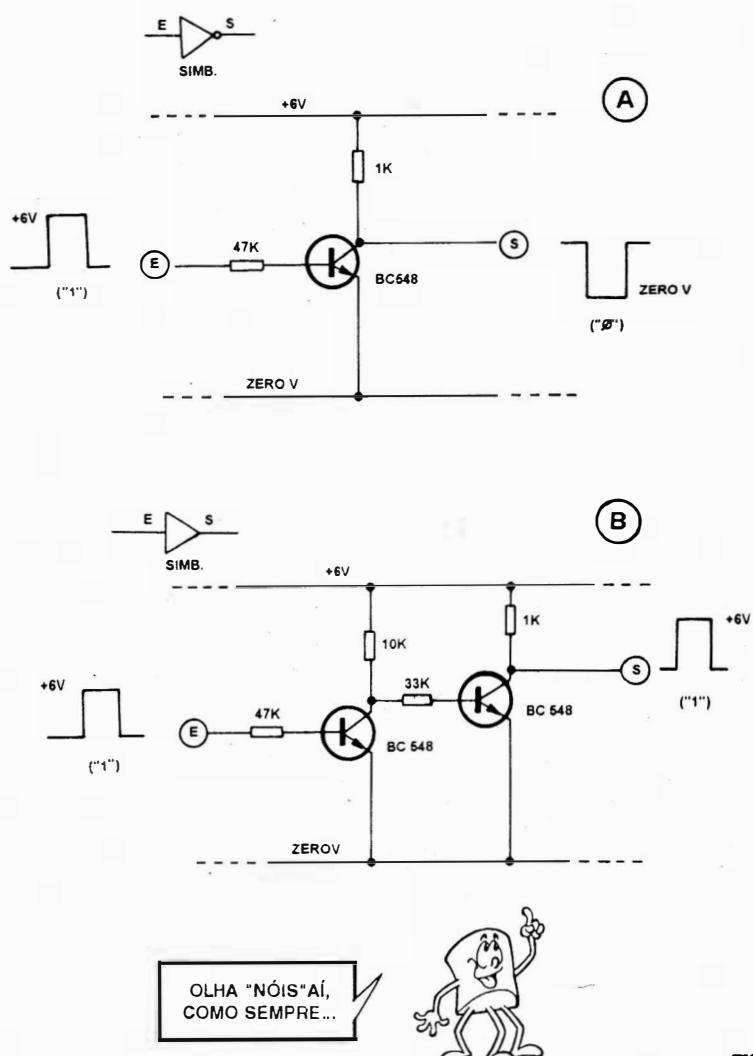

FIG. 15
- FIG. 15 - BLOCOS DIGITAIS LÓGICOS ELEMENTARES, FEITOS COM TRANSISTORES COMUNS...